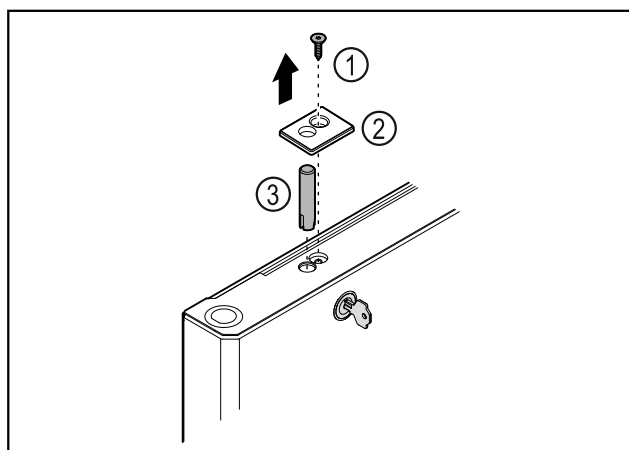

Fig. 42
- ▶ Fjern skruen Fig. 42 (1).
- ▶ Klik afdækningen Fig. 42 (2) ud med en lille skruetrækker, og tag den af.
- ▶ Træk låsebolten Fig. 42 (3) ud.